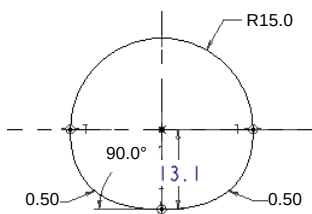
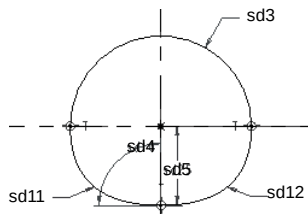
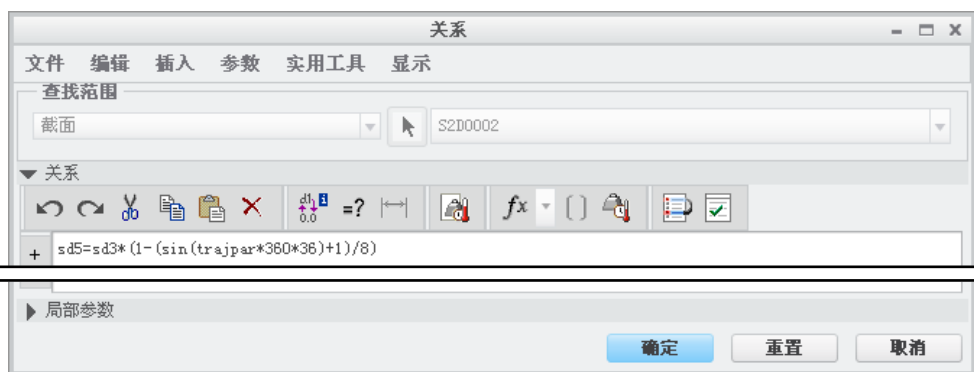

图 4.4.29 截面草图
图 4.4.30 切换至符号状态
图 4.4.31 “关系”对话框
- (1) 单击功能选项卡 **形状** 区域中的按钮，系统弹出“扫描”操控板。
- (2) 在操控板中按下“实体”类型按钮和“可变截面”按钮.
- (3) 定义扫描的轨迹。选择上一步创建的曲线作为轨迹。
- (4) 定义截面控制。单击操控板中的按钮，在 **截面控制** 下拉列表中选择选项。
- (5) 创建特征截面。
① 在操控板中单击按钮进入草绘环境；创建图 4.4.29 所示的特征截面（图形下半部分为两个相切的锥形弧，圆锥的 rho 参数为 0.5）。
② 定义关系。单击工具功能选项卡模型意图 ▾ 区域中的 $d=$ 关系按钮，此时图 4.4.29 所示的截面草图切换至图 4.4.30 所示的符号状态，然后在弹出的“关系”对话框的编辑区输入关系式 $sd5=sd3*(1-(\sin(\text{trajpar}*360*36)+1)/8)$ ，如图 4.4.31 所示。